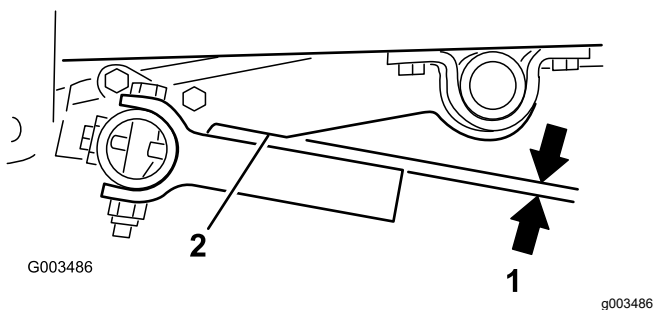

Bild 21
2. Drehen Sie den Exzenterbolzen in eine Richtung, bis die Tines der Werkzeugleiste parallel zur Kerbe im Hubarm sind (Bild 17 und Bild 21).